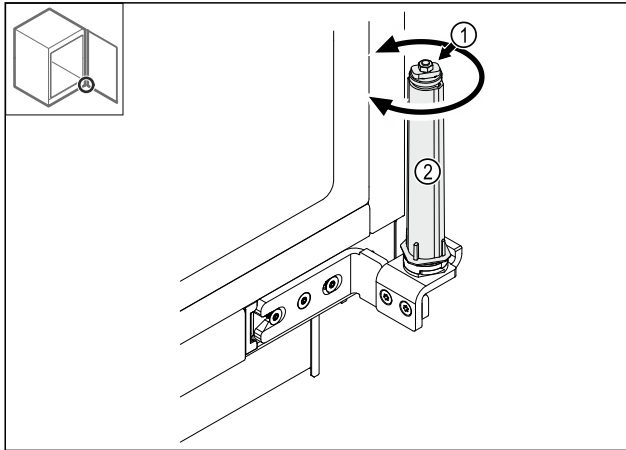

Fig. 38
- Verschraubung Fig. 38 (1) des Schließsystems nicht zerlegen.
- Schließsystem Fig. 38 (2) drehen, bis es klickt.